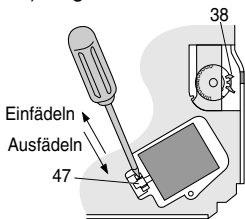

Fig. 4
- Durch Drehen des Lademotormitnehmers (Pos. 47), mit Hilfe eines Schraubendrehers, die Position des Cassettenschachtantriebes (Pos. 38) wie in Fig. 4 dargestellt einstellen.